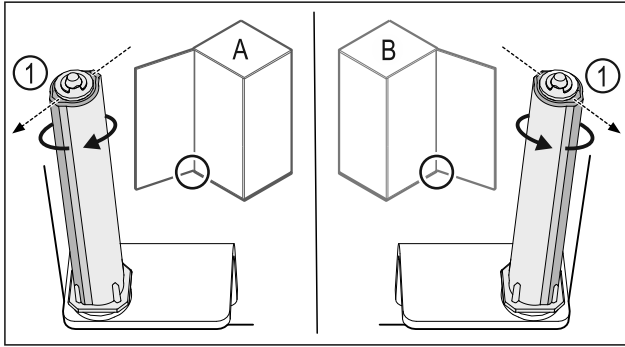

Fig. 38 Tope izquierdo (A) / tope derecho (B)
- ▶ Girar el sistema de cierre contra la resistencia hasta que el alma del sistema de cierre Fig. 38 (1) apunte hacia afuera.